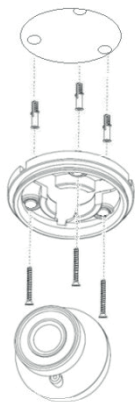

Рис. 2
8. Удерживая модуль камеры, выведите кабель по заранее продуманному направлению и закрепите основание на поверхности (рис.2).